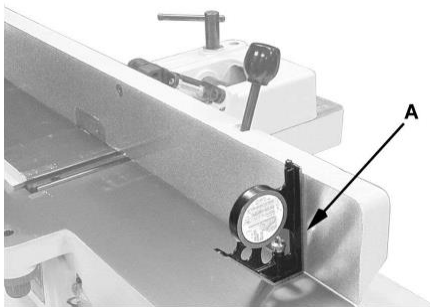

Рис. 25
5. Поместите инструмент для измерения угла на стол и на упор, чтобы проверить правильность установки угла  $90^\circ$  (А, рис. 25).
6. Если упор находится не под прямым углом по отношению к столу, ослабьте фиксатор (J), ослабьте шестигранную гайку (F), и вращайте стопорный болт (Е) до тех пор, пока угол между упором и столом не составит  $90^\circ$ .
7. Затяните стопорную гайку (F) чтобы зафиксировать угол. Затяните фиксатор (J).